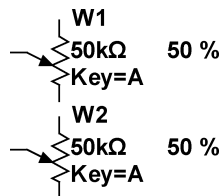

图 3-75 修改标识符结果
2) 同样的方法修改另一个电位器元器件，结果如图 3-75 所示。